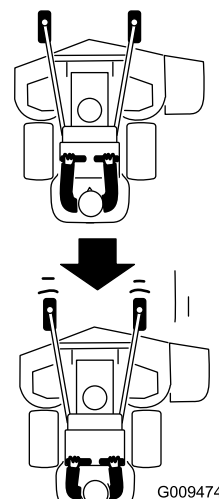

Figure 20
2. Tirez les leviers de commande de déplacement lentement en arrière (Figure 20).